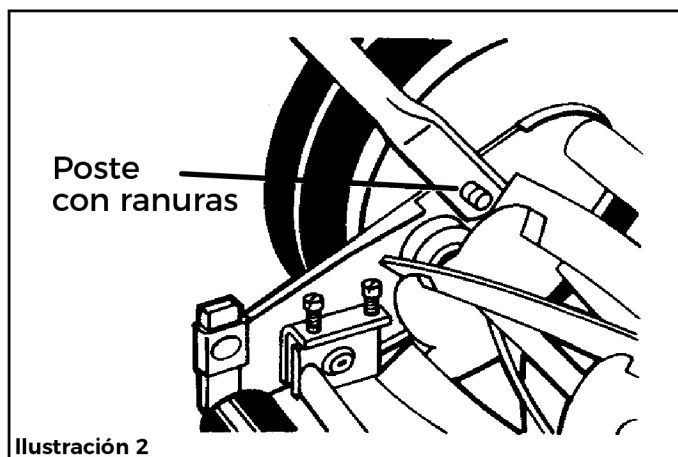

Ilustración 2
1. **NO** intente fijar el mango a los pernos del conjunto de rodillos en la parte posterior del cortacésped. ¡Esto es incorrecto! A medida que siga las instrucciones a continuación, consulte la **Ilustración 2** para obtener más información.